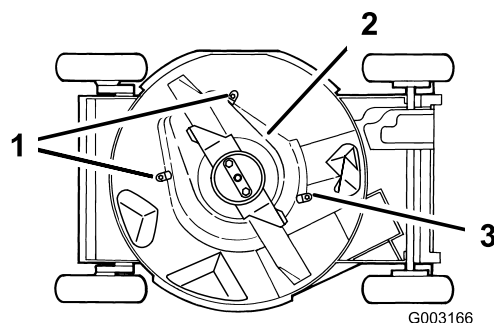

Figura 37
6. Afloje las pestañas que fijan el protector del embrague del freno de la cuchilla a la plataforma, aflojando las tuercas o los pernos de las pestañas (Figura 37). Gire las pestañas 180° para que no estorben.